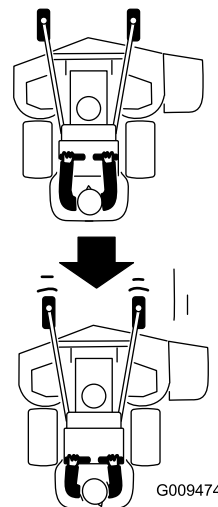

Figura 23
- Tire lentamente de las palancas de control de movimiento hacia atrás (Figura 23).